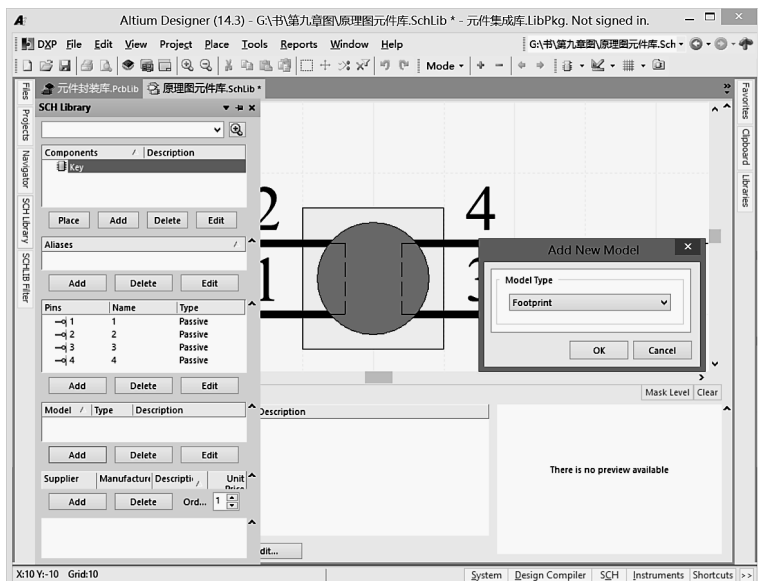

图 9-7-15 SW-6*6 原理图符号封装关联操作
(4) 将原理图符号加载封装关联。
① 在 SCH Library 标签下的 Model 区域单击【Add】按钮，会弹出 Add New Model 对话框，在对话框中选择 Footprint，如图 9-7-15 所示，单击【OK】按钮。